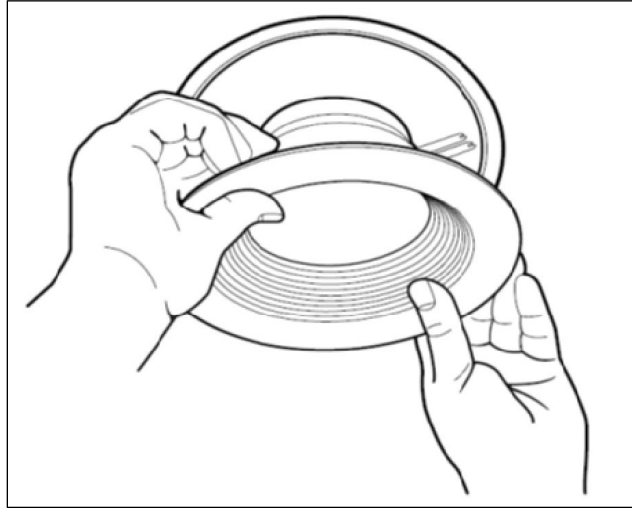

Figura 7
6. Centre el módulo 4BEMW/4SEMW en la abertura de la carcasa y empuje suavemente el módulo hacia arriba en la carcasa de manera uniforme sobre todos los lados hasta que quede nivelado con el techo (*consulte la Figura 7*).